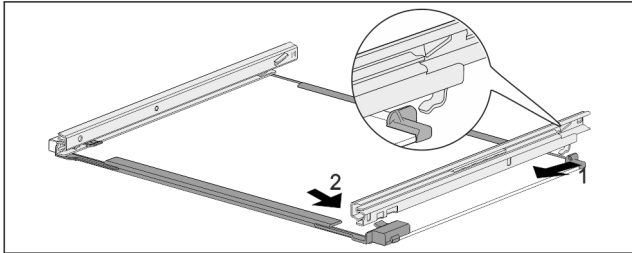

Fig. 165 Стъклена плоча с релси
- ▶ Закачете релсата отзад. Fig. 165 (1)
- ▶ Фиксирайте релсата отпред. Fig. 165 (2)